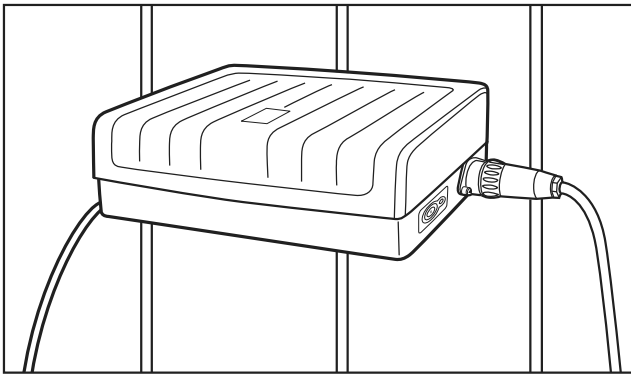

Figure 2. Positionner le module de commande sur la paroi murale
2. À l'aide d'une mèche de 1/8 po, percer trois (3) trous. Visser dans les trous les trois (3) vis de 1/4 po fournies avec le module, puis placer le module de commande sur les vis. Se référer à la Figure 2.